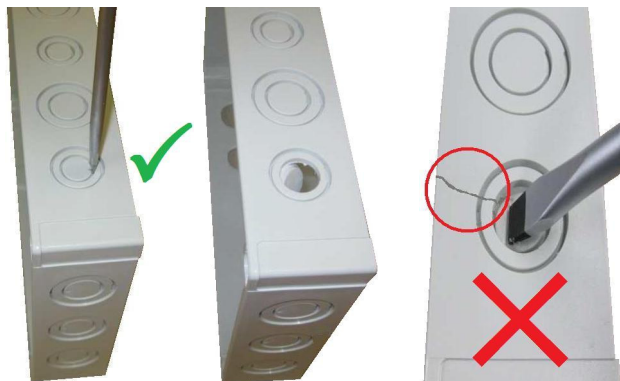

Fig. 5:
Se incluye el contactor para el disparo de la protección de motor, el interruptor ON/OFF con piloto de indicación de funcionamiento integrado (fig. 1, pos. 1), bornes para arranque/parada externas libres de tensión y la regleta de bornes de conexión (fig. 5).